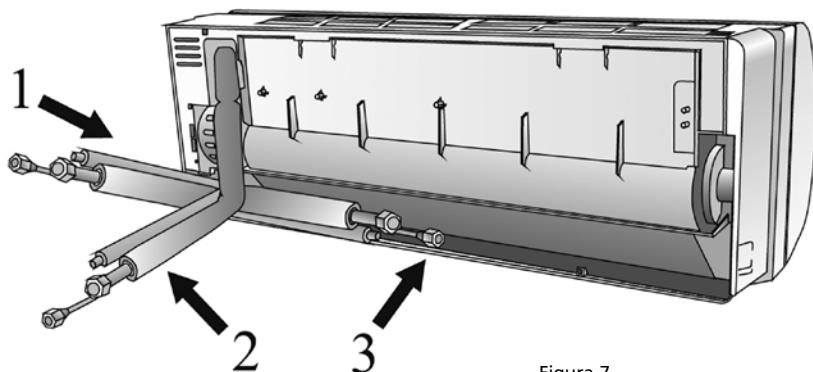

Figura 7
- A tubagem pode ser ligada a uma saída no lado esquerdo ou direito da unidade interior. Retire o disco de rutura esquerdo ou direito conforme necessário. Consulte a figura 7.
- A tubagem pode ser ligada a uma saída na parte traseira direita ou traseira esquerda. Consulte a figura 7.